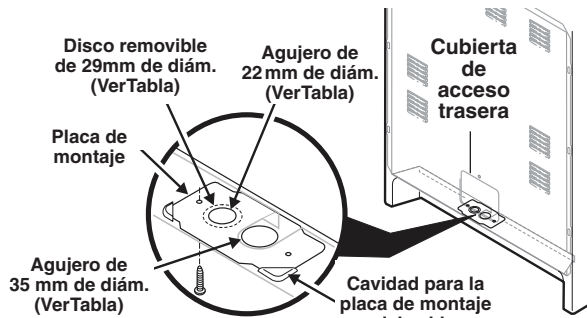

Fig. 9
Consulte la Tabla del Tamaño de la Abertura de Conexión de la Estufa (Figs. 9 y 10) para la información sobre los amperes del juego de cordón. Los bornes en los extremos de los alambres deben ser de anillo cerrado u horquillas abiertas con extremos dirigidos hacia arriba.
Se debe retirar la cubierta de acceso trasera (Fig. 9). Para retirar, afloje el tornillo central (un tornillo) y retire la cubierta de acceso. Así se puede tener acceso al tablero de bornes.
NOTA: La estufa es embarcada de la fábrica con un agujero de 1-3/8" de diámetro como se muestra. Para usar ya sea el agujero de 7/8" de diámetro o los discos removibles de 1-1/8" de diámetro. Ver la Fig. 9.
1. Siga las instrucciones de instalación del fabricante suministradas con el sujetacable e instale (Además vea las Figs. 9, 10 y 11).
5. Asegúrese de que todas las tuercas estén firmemente apretadas y vuelva a colocar la cubierta de acceso trasera (Ver Fig. 9).
3. Asegúrese de que todas las conexiones estén firmemente apretadas y vuelva a colocar la cubierta de acceso trasera (Ver Fig. 9).
5. **(Conexiones permanentes trifilares y tetrafililares)** Asegúrese de que todas las tuercas estén firmemente apretadas y vuelva a colocar la cubierta de acceso trasera (Ver Fig. 9).